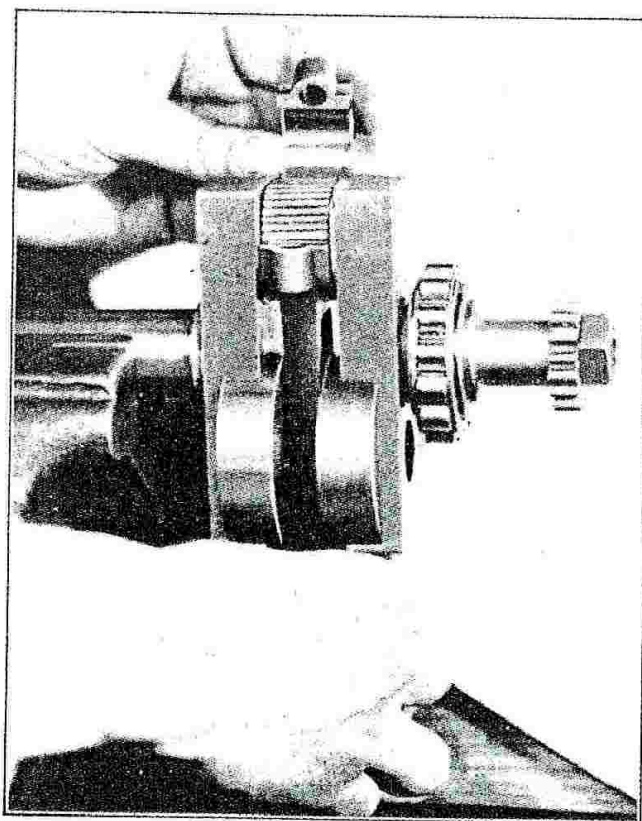

Fig. 59 - Come si montano i rullini della biella.
- Versare olio denso sul perno di biella e appoggiare uno a uno i rullini facendoli scorrere in basso, aiutandosi a tenerli colla biella (vedi fig. 59).